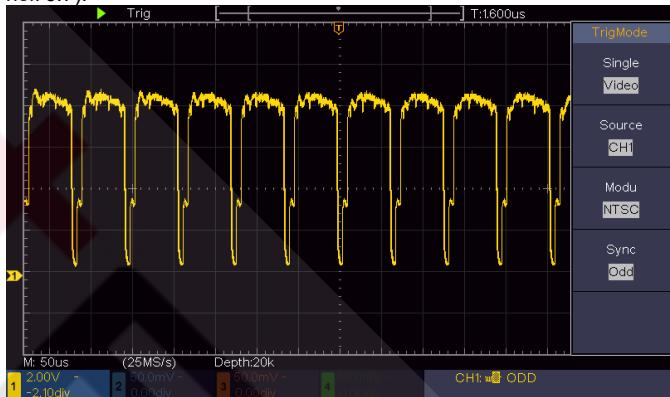

Рисунок 6.7. Осциллограмма, сформированная при запуске по синхроимпульсу кадра видеосигнала
- 7) Поворотом регуляторов **«Scale»** и **«Position»** в поле управления вертикальной (**Vertical**) и горизонтальной (**Horizontal**) системами приведите осциллограмму к оптимальному виду (см. рисунок 6.7).